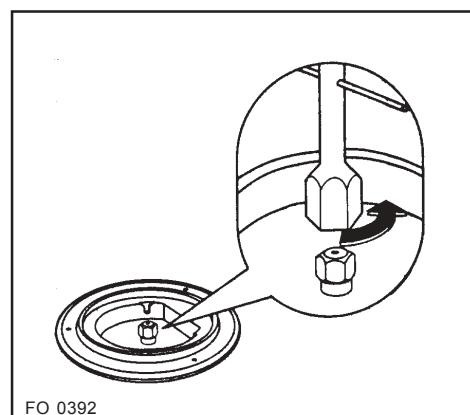

Fig. 6 FO 0392
3. Con una chiave a tubo da 7 svitate e togliete (Fig. 6) gli ugelli, sostituendoli con quelli corrispondenti al tipo di gas di funzionamento (vedi tabella "Caratteristiche dei bruciatori").